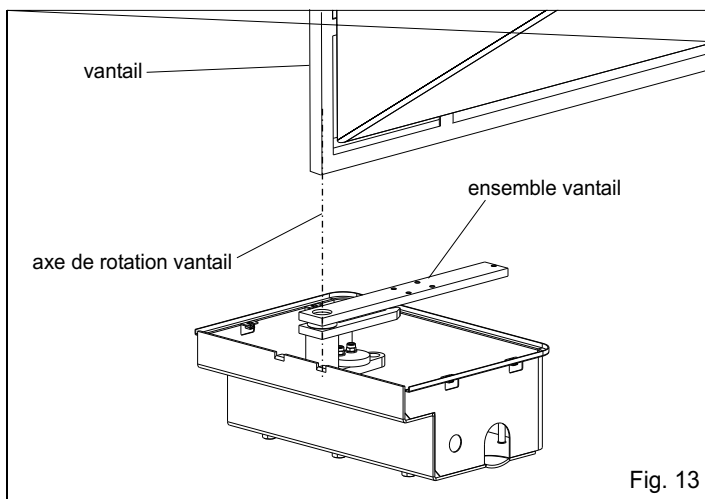

Fig. 13
3.1. Positionner le vantail du portail sur l'ensemble vantail, faisant référence à l'axe de rotation du charnier du vantail (Fig. 13);